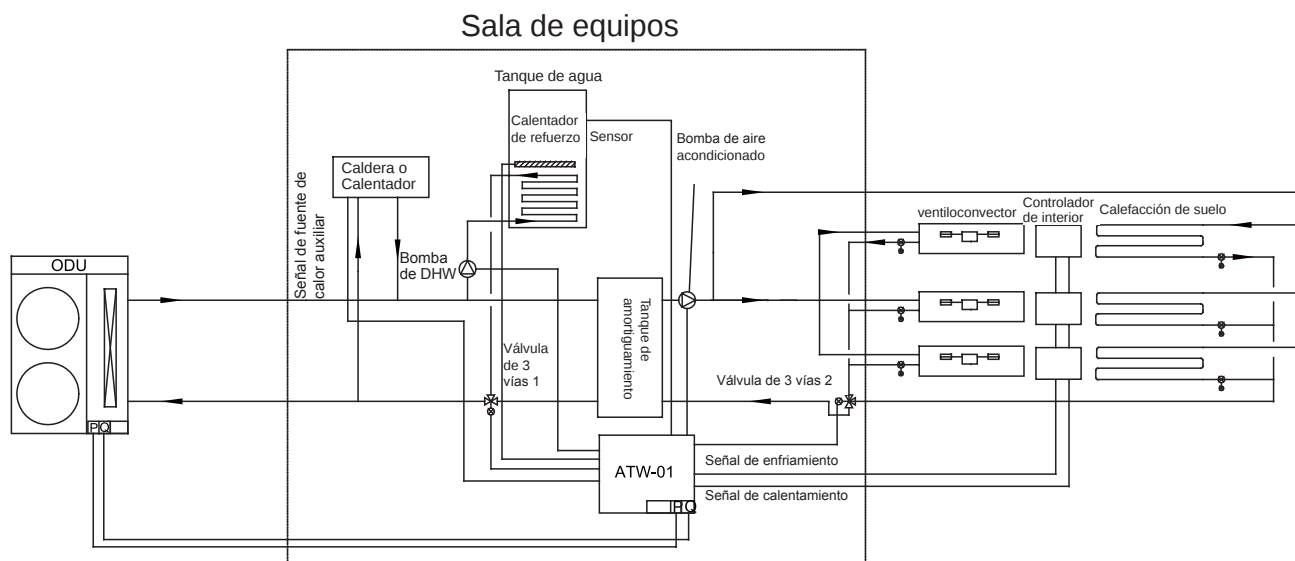

Figura.3 DWH controlado por YR-E27
- YR-E27 junto con el sensor de temperatura de DWH (conectado a CN31), que se insertará en tanque de DHW, mientras que BM1-1 del PCB exterior se configurará en Apagado (Figura.3);